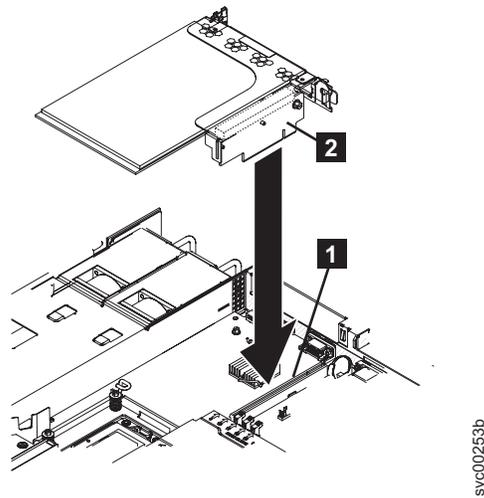

図 190. SAN ボリューム・コントローラー 2145-CF8 の高速 SAS ライザー・カード・アセンブリの再取り付け
**3** に位置合わせします。アダプターがライザー・カードにカチッとハマったことを確認します。図 190 に示すように、ライザー・カード・エッジ・コネクタを、システム・ボード・コネクタ **5** にしっかりと押し込みます。